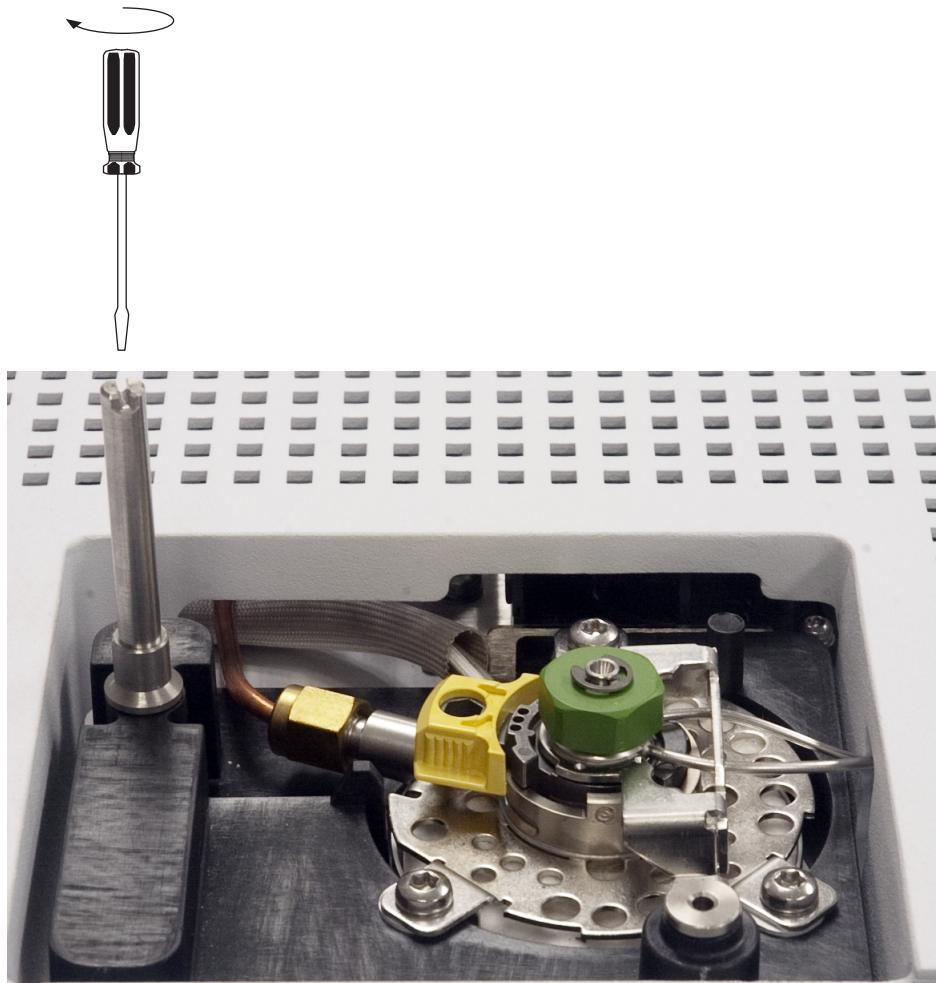

图 18 安装固定柱 (5975T LTM-GC/MSD)
- **5975T LTM-GC/MSD**。装入进样口安装支架中。必须一直向下旋转固定柱 (图 18)。